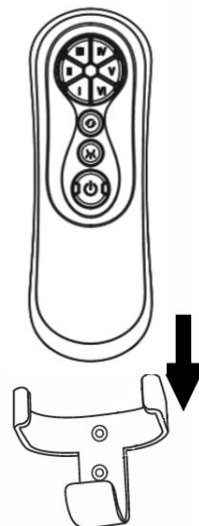

Fig. 11b
2. Deslice el control remoto en el sujetador para que allí descance. (Fig. 11b)